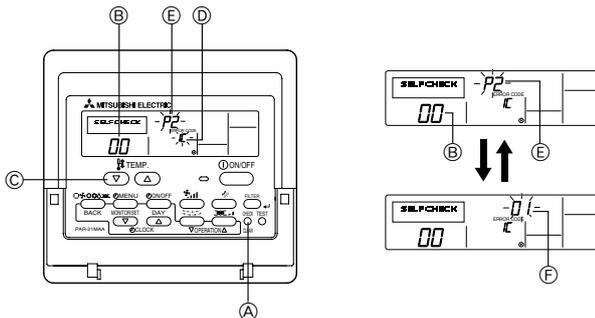

Fig. 9-3
9.3.1. Ledningsdragen fjärrkontroll (Fig. 9-3)